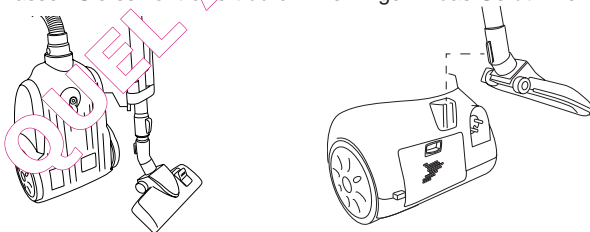

Abbildung 9 Staubsauger verstauen
3. Stellen Sie den Staubsauger aufrecht hin. Schieben Sie das Teleskoprohr komplett ein. An der Unterseite des Staubsaugers, neben dem Vorderrad, befindet sich ein Befestigungsschlitz für das Teleskoprohr (siehe Abbildung 9). Schieben Sie die Unterseite der Zubehörschiene in den Schlitz.